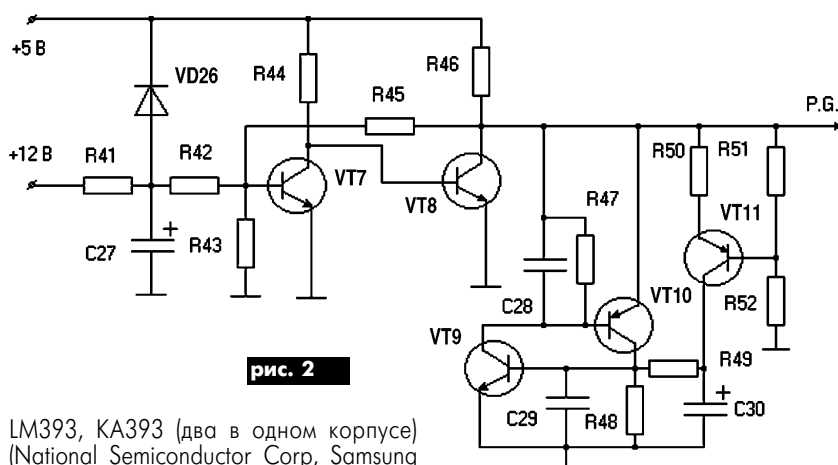

рис. 2
**Транзисторные формирователи.** Формирователь сигнала Power Good источника питания PC-386 (**рис.2**) состоит из триггера на транзисторах VT7, VT8, каскада выключения сигнала P.G. на транзисторах VT9, VT10, датчика выходного напряжения VT11 и элементов задержки R41, C27. В исходном состоянии конденсатор C27 разряжен, транзистор VT7 закрыт, на его коллекторе потенциал источника питания +5 В, который открывает транзистор VT8. При его отпирании на выход блока по шине P.G. выдается сигнал лог."0". По мере формирования выходных напряжений от источника напряжения +12 В происходит заряд конденсатора C27. Через время, равное задержке включения, транзистор VT7 открывается, а транзистор VT8 закрывается, на выходе P.G. формируется уровень лог."1". Суммарное напряжение источников +5 и +12 В через резистор R46 поступает на датчик выходного напряжения, выполненный на резисторах R51, R52. Выход этих напряжений за пределы установленного допуска приводит к отпиранию транзистора VT11 и протеканию тока по цепи  $+U_{\text{пит}} \rightarrow R46 \rightarrow R50 \rightarrow VT11_{\text{эк}} \rightarrow R49 \rightarrow R48 \rightarrow \text{корпус}$ .